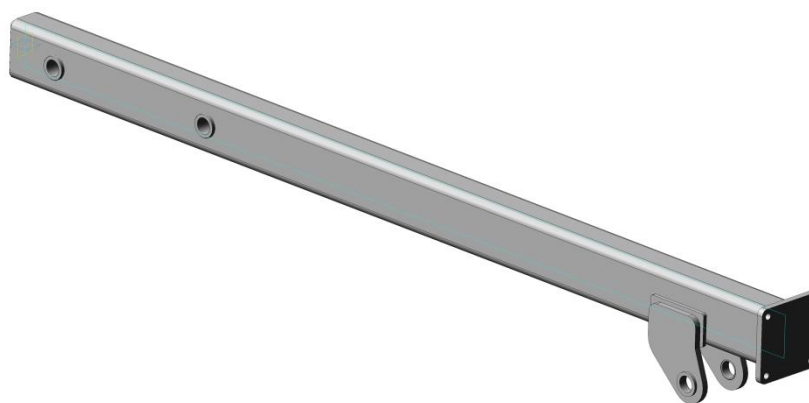

Рис.7 Балка-консоль центрального катка.
**Балка-консоль центрального катка** (рис.7) представляет собой сварную конструкцию. Она крепится к раме через две втулки, с помощью пальцев ф40x200. Балка-консоль является одним из элементов, служащих для присоединения рамки центрального катка к центральной раме.